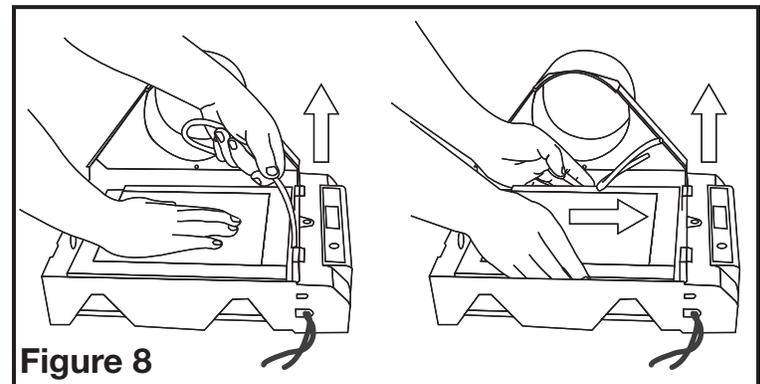

Figure 8
2. Retirez tous les éléments non fixés qui sont emballés à l'intérieur et tout matériel d'emballage. En tirant fermement, débranchez le tube d'eau de la buse d'eau et retirez l'ensemble de tampons d'évaporateur en le faisant coulisser vers le haut de l'humidificateur, puis levez-le vers l'extérieur (Figure 8).
Si vous ne l'avez pas déjà fait, retirez le couvercle de l'humidificateur - fixez-le en place à l'aide de deux molettes en plastique 10-24 en bas du couvercle. Faites basculer le couvercle pour l'éloigner légèrement du corps (environ 1/2 po) puis levez le couvercle pour libérer les crochets en haut de l'appareil. Retirez tous les éléments libres emballés à l'intérieur et tout matériau d'emballage. En tirant fermement, débranchez le tube d'eau de la buse d'eau et retirez l'ensemble du tampon d'évaporateur en le faisant coulisser vers le haut de l'humidificateur, puis en le levant vers l'extérieur (**Figure 8**). L'humidificateur devient un gabarit de montage d'humidificateur - Assurez-vous que le coffret est installé de niveau pour un bon fonctionnement.